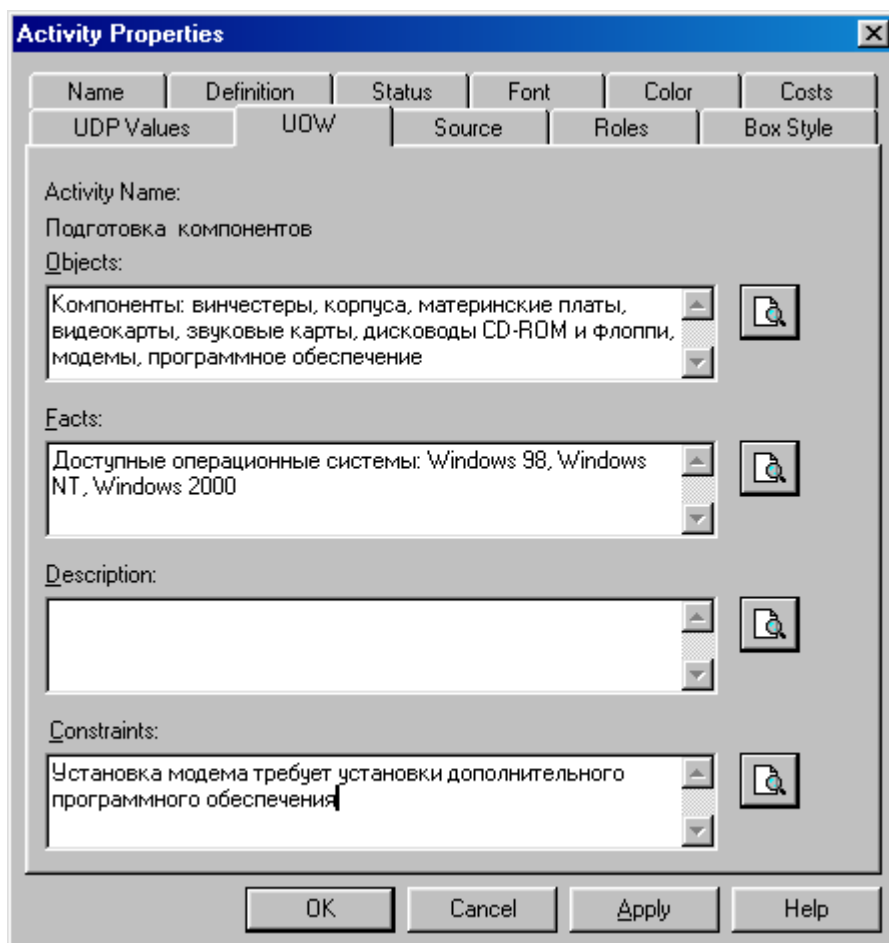

Рисунок 6.6 – Диалоговое окно **Activity Properties** вкладка **UOW**
- 3 Во вкладке **UOW** диалогового окна **Activity Properties** (рисунок 6.6) внесите свойства работы 1 в соответствии с данными таблицы 6.1.